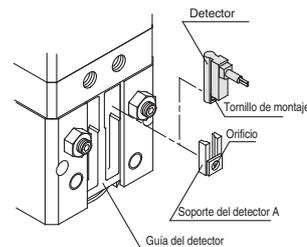

Figura 2
- Coloque el soporte del detector A en la ranura de la guía del detector en la dirección indicada en la figura 2.